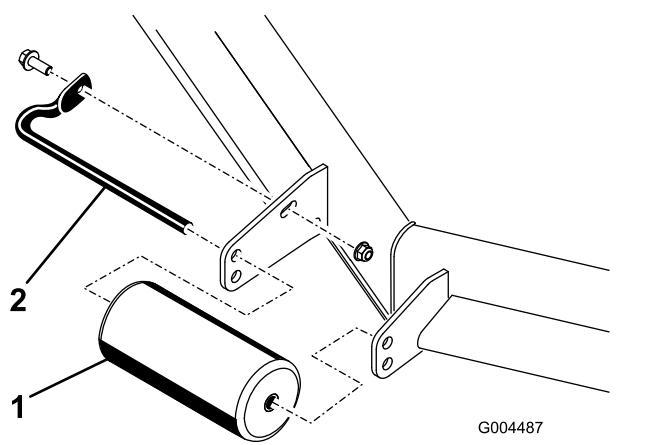

Figura 9
4. Retire os fixadores prendendo cada rolo no seu cortador e mova os rolos para cima ou para baixo, como desejar (Figura 9).